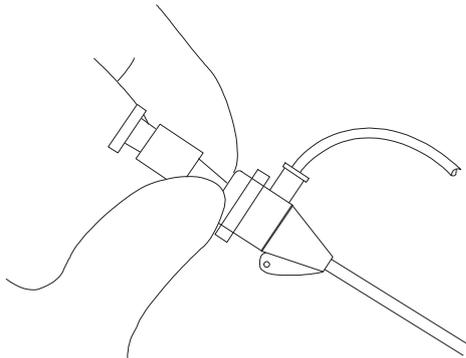

図 3
- (7) スナップ・フィットリングをはずしてダイレーターをカニューラのハブ固定から外す。（図 3 参照）。ダイレーターを抜去する。カニューラ先端を損傷させないためにカニューラが血管内に挿入されるまでダイレーターを抜去しないこと。